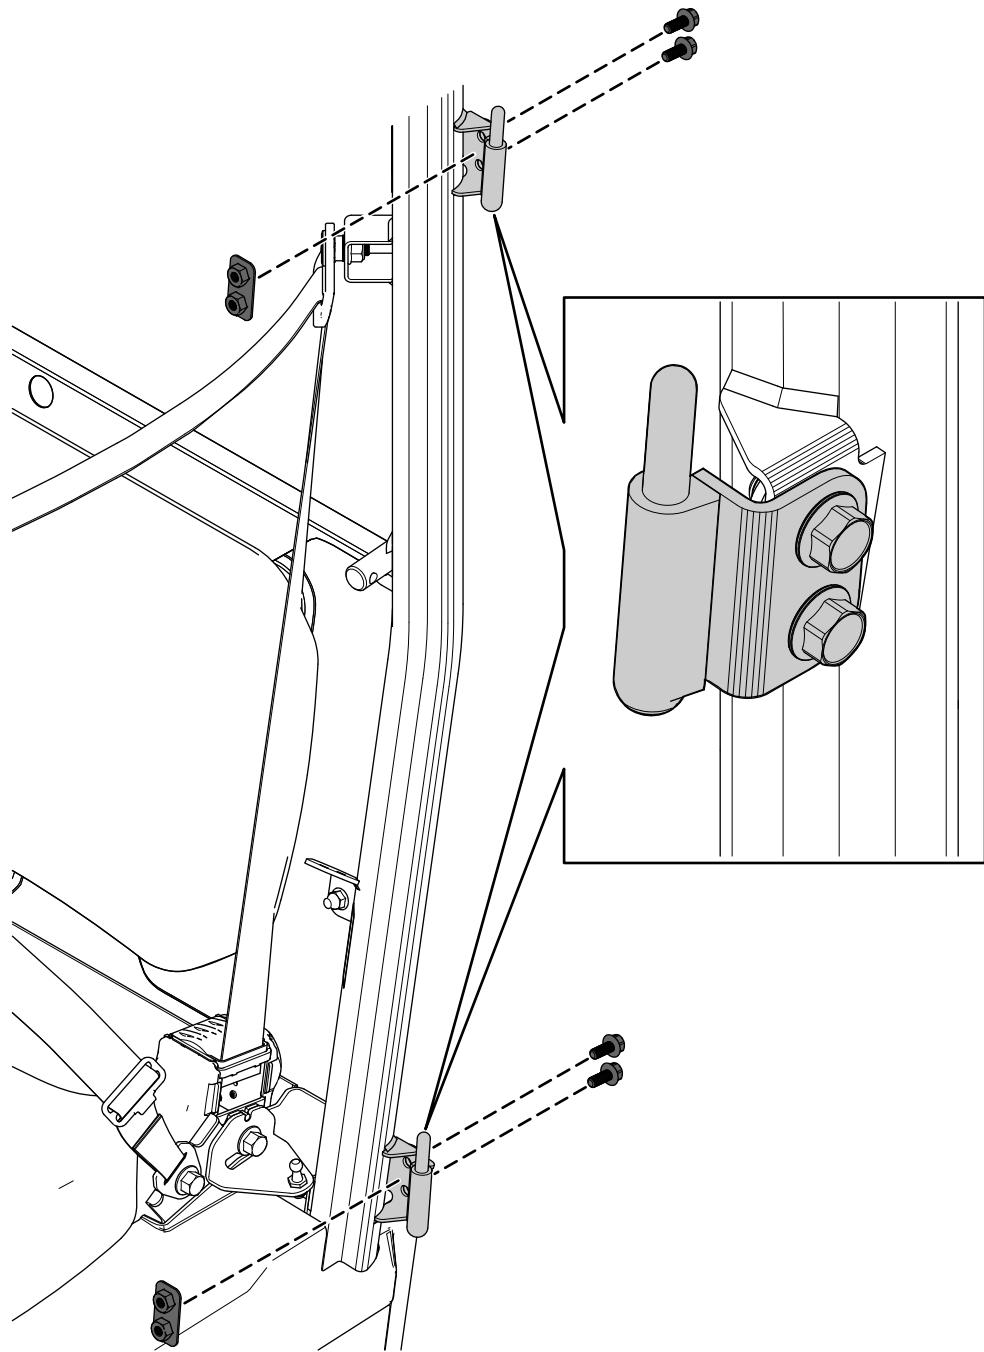

Figura 5
1. Instale provisionalmente las 2 bisagras de la puerta izquierda en el soporte de pivote de puerta en el ROPS con 4 pernos con arandela prensada (M8 x 20 mm) y 2 placas de tuercas (Figura 5).
8. Cuando la puerta esté alineada correctamente con el ROPS, apriete los 4 pernos con arandela prensada (M8 × 20 mm) tal y como se muestra en la Figura 5 a 26 N·m.